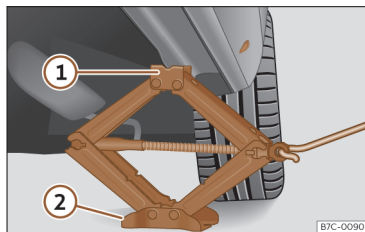

Fig. 204 Longarina: colocação do macaco do veículo.
- Rode a manivela do macaco, colocado por baixo do ponto de apoio da longarina, para levantá-lo até que o ressalto ① >>> **Fig. 204** se encontre por baixo do alojamento previsto.
- Alinhe o macaco de forma a que a patilha ① «encaixe» no alojamento previsto da longarina e que a placa base móvel ② fique apoiada no chão. A placa base ② deve ficar colocada na vertical relativamente ao ponto de apoio ①.